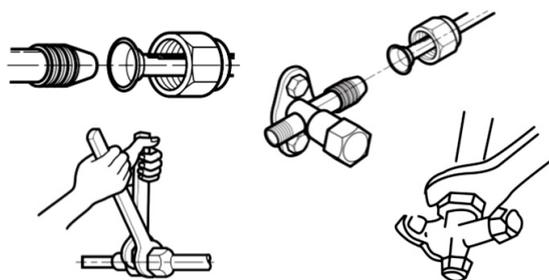

Рисунок 42 - Соединение трубопроводов хладагента
- Перед затяжкой гаек необходимо зафиксировать штуцер гаечным ключом, после чего затянуть конусную гайку динамометрическим ключом, соблюдая момент затяжки (см. рис. 42).